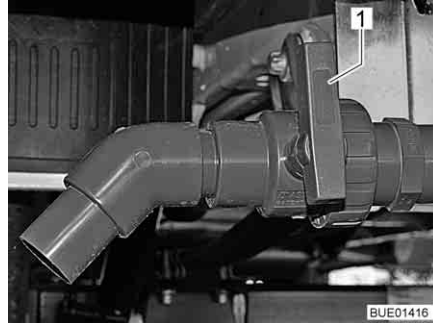

Bild 182 Avtappningskran (yttre)
- Vrid avtappningskranens handtag (Bild 181,1 resp. Bild 182,1) i flödesriktningen. Avloppsvattnet släpps ut genom en kulventil.